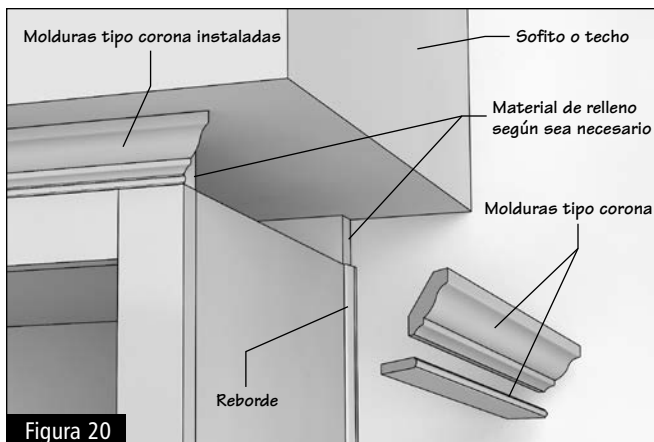

Figura 20
- 7.2** Coloque una moldura tipo corona en la parte superior de los gabinetes. Si los gabinetes quedan cubiertos por completo, quizá deba instalar material de relleno en la parte superior del gabinete primero. (Figura 20)